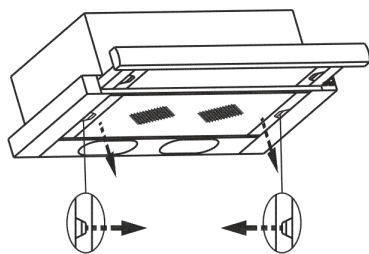
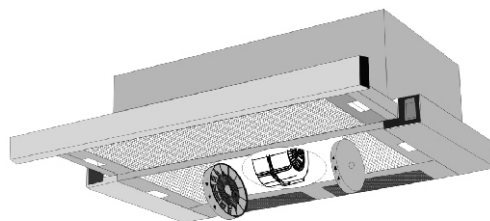

рис. 7
рис. 8
8.3 Для очистки алюминиевого фильтра извлеките его из вытяжки (рис. 7) и произведите его очистку с помощью щетки водным раствором нейтрального моющего средства вручную или в посудомоечной машине (при 60°C). Сильно загрязненный фильтр не следует мыть в посудомоечной машине. Старайтесь не сгибать фильтр при мойке.
6.5 Режим «рециркуляции»: снимите алюминиевый фильтр, для этого нажмите на пружинный замок на фильтре и потяните его вниз и на себя (рис. 7); установите два угольных фильтра см. табл. 1 и (рис. 8), предварительно удалив с них упаковочную пленку;
Угольные фильтры устанавливаются на защитные решетки корпуса вентилятора, путем легкого нажатия и поворота (рис. 8). Фильтрация воздуха осуществляется с помощью двух угольных фильтров, затем очищенный воздух возвращается в помещение.